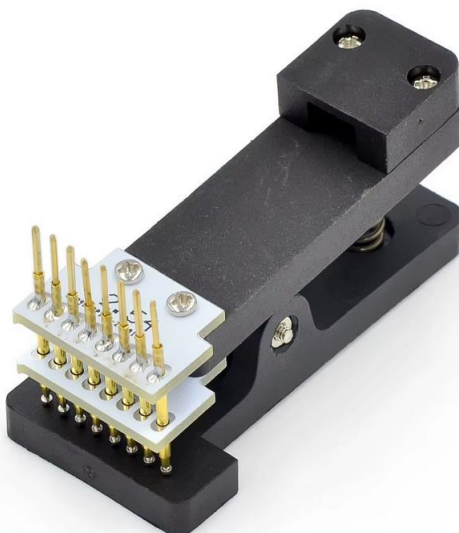

Рисунок 2 — Зажим с подпружиненными контактами
2.3 Подключить к JTAG-разъёму печатной платы МСУ зажим с подпружиненными контактами (рисунок 2).